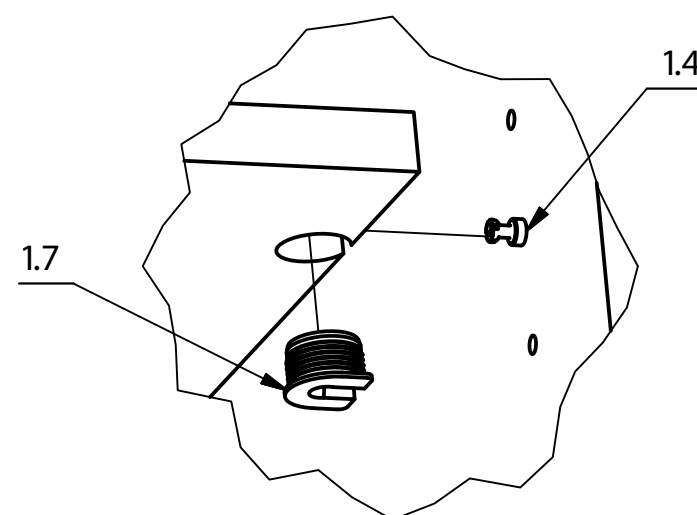

Рис.5 (крепление полки)
6.1 Устанавливается на детали 1, 2 и 3 шт. анкерные держатели с помощью шурупов 1.8. Вид Е. Одеваются на шт. ангу 1.13 ухват дистанционный 1.11 и устанавливается шт. ангу в шт. анкерные держатели 1.12. отрегулируйте ухват 1.11 по высоте. Присоединит е ухват 1.11 шурупами 1.8 к деталям 7. Вид В. Устанавливается шт. ангу 1.14 в шт. анкерные держатели 1.12. Устанавливаются две верхние полки над шт. ангой 1.14. Для этого вкрутите дюбели 1.4 в пласт и детали 2 и 3. В отверстия полки 9 забейте молотком ст. ямки 1.7 Рис.5.
6.2 Устанавливается на детали 1, 2 и 3 шт. анкерные держатели с помощью шурупов 1.8. Вид Е. Одеваются на шт. ангу 1.13 ухват дистанционный 1.11 и устанавливается шт. ангу в шт. анкерные держатели 1.12. отрегулируйте ухват 1.11 по высоте. Присоединит е ухват 1.11 шурупами 1.8 к деталям 7. Вид В. Устанавливаются четыре полки 9. Для этого вкрутите дюбели 1.4 в пласт и детали 2 и 3. В отверстия полки 9 забейте молотком ст. ямки 1.7 Рис.5.